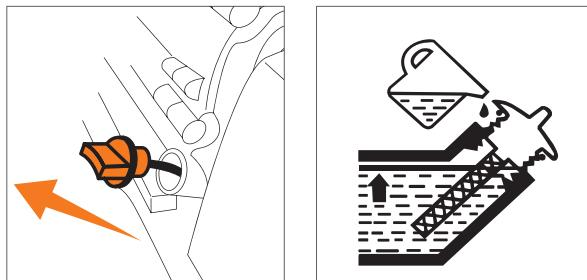

Рис. 19
- Отверните крышку маслозаливной горловины, достаньте щуп (Рис. 19).